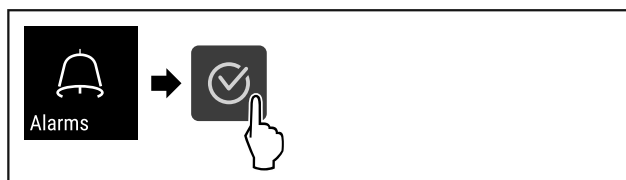

Fig. 104
- ▶ Eseguire i passi (vedere Fig. 104) .